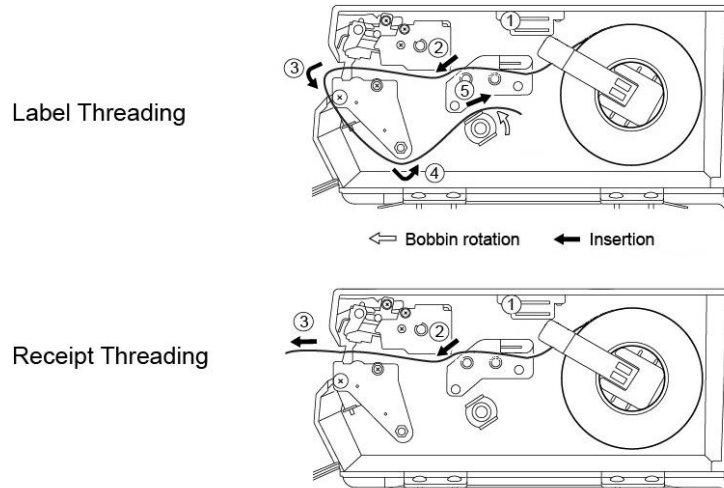

Figure 7-5. Enhebrado del papel
- Enhebre el papel como se muestra en la Figure 7-5